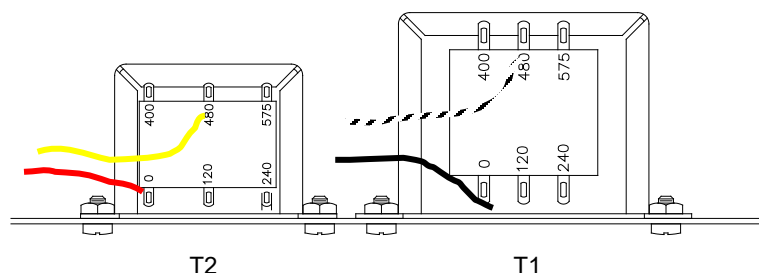

Figure 3.3 Raccordements du transformateur T1, T2
1. Ouvrez le contrôleur de puissance SCR et repérez le transformateur T1 et T2. Le côté principal du transformateur T1 comporte deux fils : un noir et un blanc rayé de noir, tandis que le côté primaire du transformateur T2 comporte deux fils : un rouge et un jaune. Voir la figure 3.3.